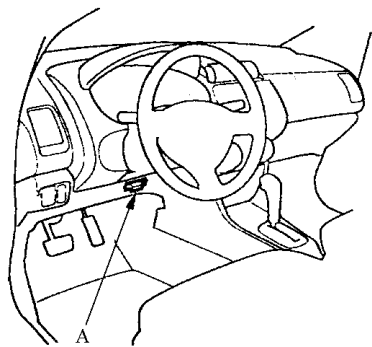

图 3-2 连接 PGM 测试仪
2) 如果 MIL 灯一直亮着，如图 3-2 所示，将 PGM 测试仪或 HDS 接至位于驾驶员侧仪表板下的数据传输插接器(DLC)上。
3) 点火开关置于 ON (II)。